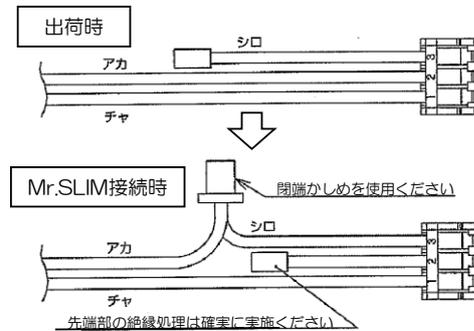

図2
- ・CN3S接続の付属3極コネクタは、図2を参考にし、つなぎ換えを行ってください。